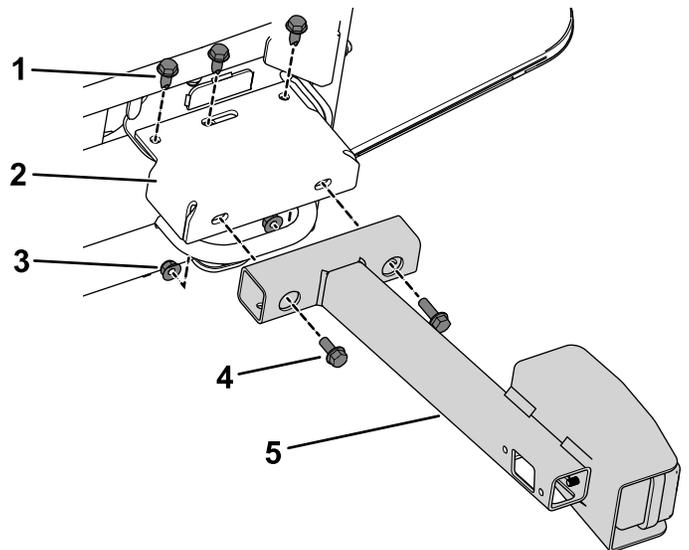

Bild 5
- B. Befestigen Sie die Verlängerungshalterungen für das Rücklicht mit den vorher entfernten Schrauben an der Rahmenschiene (Bild 5).
C. Befestigen Sie die Rücklichtbefestigungen mit vier Schrauben (5/16" x 3/4") und vier Muttern (5/16") an den Verlängerungshalterungen (Bild 5).